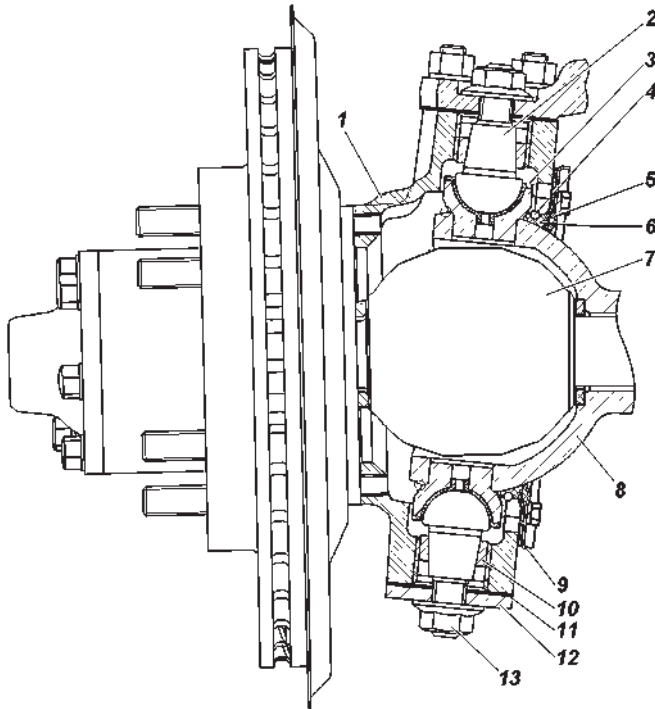

Рис. 9.24. Поворотный кулак и ступица:
Во время эксплуатации автомобиля обращайте особое внимание на состояние затяжки шкворней поворотных кулаков. При износе трущихся сферических поверхностей вкладышей 3 (рис. 9.24) или шкворней 2 предварительный натяг исчезает и образуется зазор вдоль общей оси шкворней. Этот зазор устраняйте подтяжкой зажимной втулки 10.
**ВНИМАНИЕ!** Превышение момента затяжки гайки шкворня 13 (рис. 9.24) приведет к снижению предварительного натяга и выходу из строя шкворневого узла.